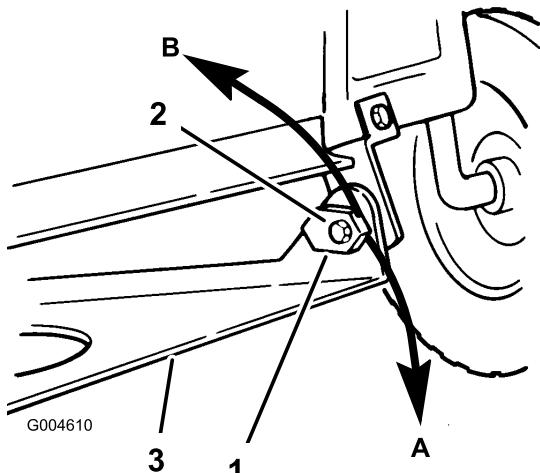

Bild 48
15. Stellen Sie die Neigung in Längsrichtung durch Drehen der Spezialeinstellmuttern für die Neigung an beiden Seiten der Mähwerkbefestigungshalterung ein (Bild 48).
16. Drehen Sie die Einstellmutter für die linke Seite langsam runter, um die Vorderseite des Mähwerks anzuheben. Drehen Sie Mutter hoch, um die Vorderseite des Mähwerks abzusenken (Bild 48). Drehen Sie die Einstellmutter für die Neigung soweit, bis die Vorderseite des Mähwerks 6 bis 16 mm tiefer steht als die Rückseite.